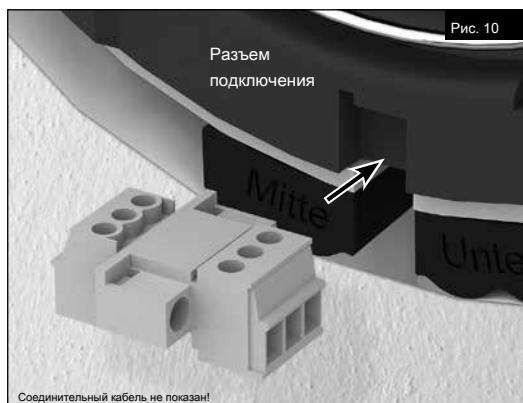

Рис. 10
5. Подключите соединительный штекер и заглушку к отверстию на устройстве (см. Рис. 10)!